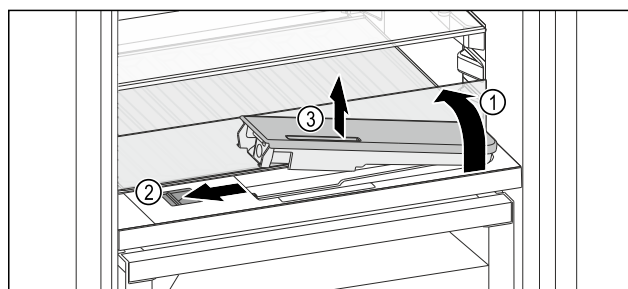

Fig. 170
- ▶ Soulever la tablette et la rabattre vers l'arrière jusqu'à la butée Fig. 170 (1).
- ▶ Pousser le curseur Fig. 170 (2) vers la gauche.
- ▶ Sortir le filtre à eau Fig. 170 (3).